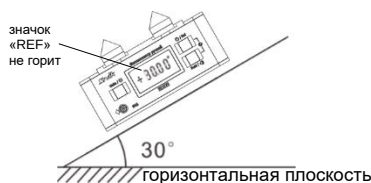

Рисунок 5
1. Прибор должен находиться в режиме измерений относительно горизонтали (значок «REF» не горит). Установите прибор на плоскость, находящуюся под углом 30° к горизонтали (рис.5).